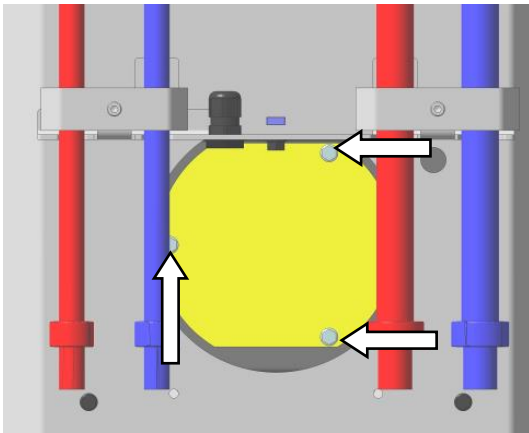

Fig. 8 : couvercle obturateur
- Démonter le couvercle obturateur situé à l'arrière en desserrant les trois vis (voir Fig. 8). Le couvercle se trouve à l'arrière en dessous dans le socle du poêle. La paroi arrière doit être démontée pour y accéder (chapitre 10).